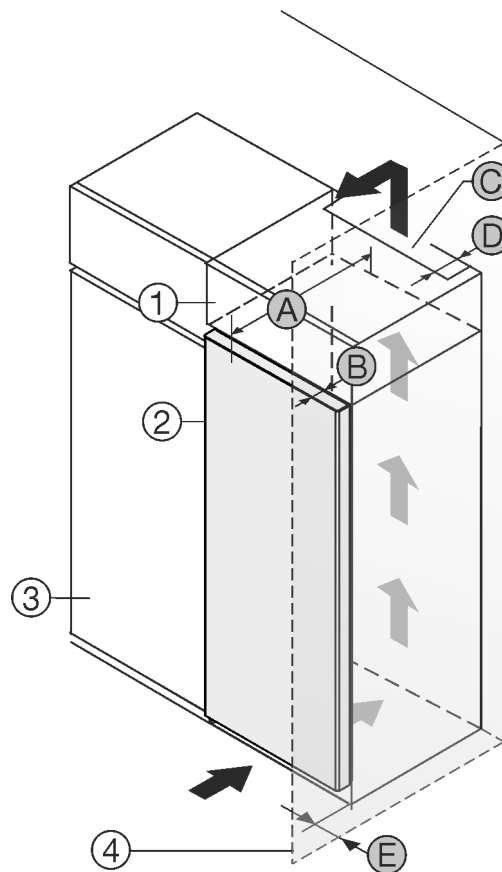

Fig. 1
- (1) Rehausse *
- (2) Appareil *
- (3) Placard de cuisine *
- (4) Mur *
- (A) Profondeur de l'appareil *
- (B) Profondeur de porte *
- (C) Section de ventilation *
- (D) Distance du dos de l'appareil *
- (E) Distance par rapport au côté de l'appareil *
Vous pouvez placer le réfrigérateur directement à côté de l'armoire de cuisine Fig. 1 (3)*.
Une sortie d'air avec la profondeur Fig. 1 (D) doit être présente au dos de la rehausse sur toute sa largeur.*
La section de ventilation *Fig. 1 (C)* sous plafond doit être respectée.*
Si le réfrigérateur est installé avec les charnières près d'une paroi *Fig. 1 (4)*, la distance entre le réfrigérateur et la paroi doit être d'au moins 13 mm.*
Si le réfrigérateur est installé avec les charnières près d'une paroi *Fig. 1 (4)*, la distance entre le réfrigérateur et la paroi doit être d'au moins 20 mm.*
Pour pouvoir ouvrir complètement les portes, le réfrigérateur doit dépasser de la profondeur de la porte *Fig. 1 (B)* par rapport à la façade du placard. L'appareil peut déborder encore plus en fonction de la profondeur des placards *Fig. 1 (3)* et de l'utilisation de cales d'épaisseur.*